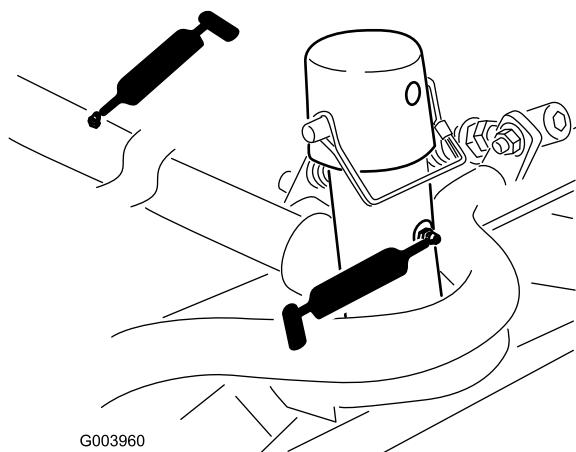

Figure 40
- Bâti porteur de plateau de coupe et pivot (x 2) (Figure 40)